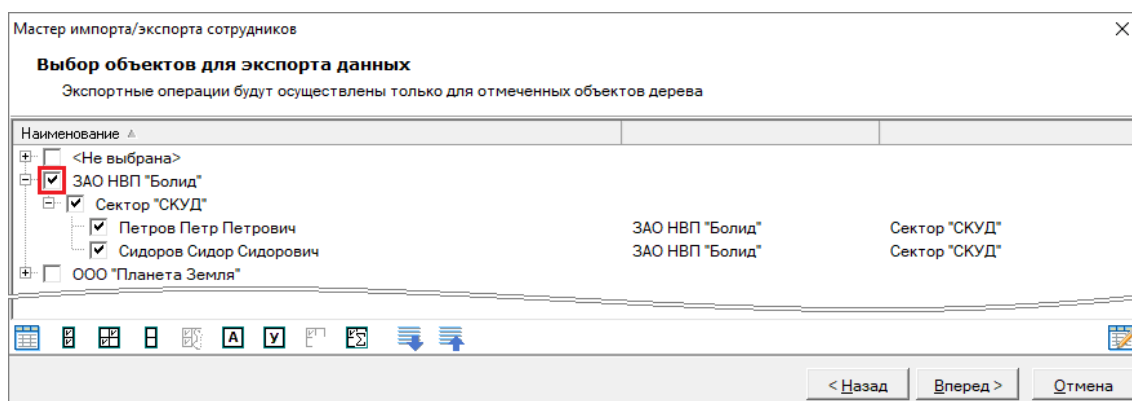

Рисунок 15-50 Выбор всех сотрудников организации установкой флага напротив наименования организации
- необходимой организации установкой флага напротив наименования этой организации (см. Рисунок 15-50);